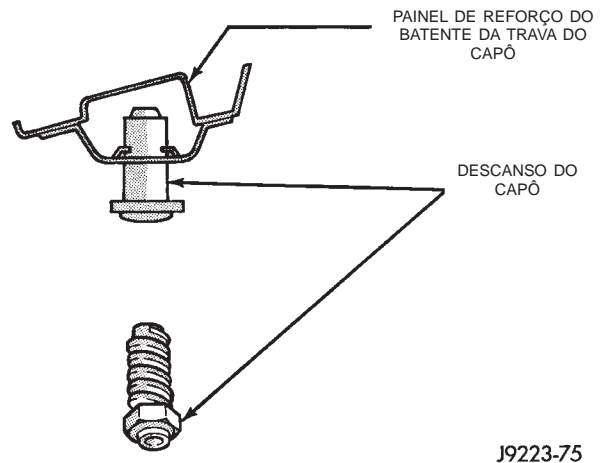

Fig. 105 Descanso do capô
(1) Se o capô estiver baixo em relação ao painel do capô, introduza calços entre a dobradiça e o capô nos parafusos traseiros da dobradiça.
(2) Regule o apoio do capô (Fig. 105) para dentro ou para fora para dar alinhamento de altura adequado entre o capô e o pára-lama.